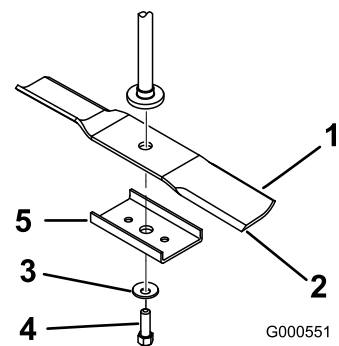
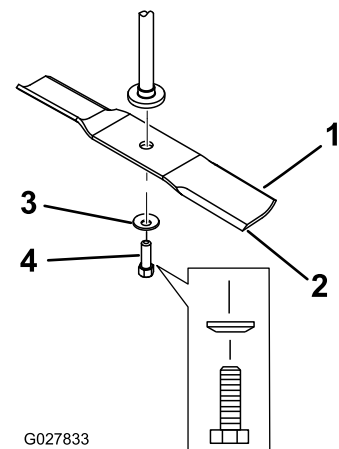

Bild 60
Bild 61
2. Nehmen Sie die Messerverstärkung (nur 81-cm-Mähwerke), die Messerschraube, Wellenscheibe und das Messer von der Spindelwelle ab (Bild 60 und Bild 61).
1. Setzen Sie das Messer auf die Spindelwelle (**Bild 61**).
2. Montieren Sie die Messerverstärkung (nur 81-cm-Mähwerke), die Wellenscheibe (Schalenseite zum Messer) und die Messerschraube (**Bild 61**).